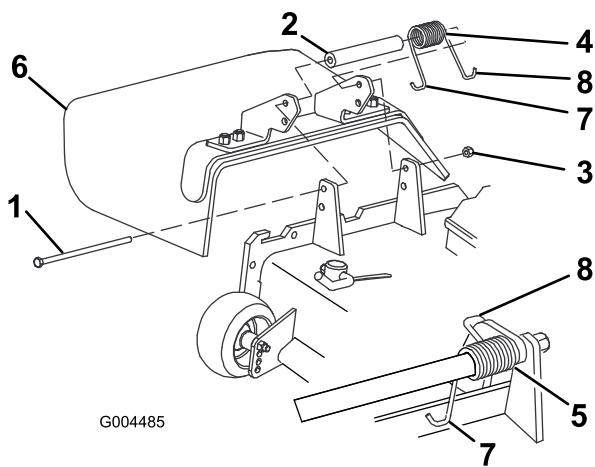

図 78
- デフレクタをピボット・ブラケットに固定しているロックナット、ボルト、スプリング、スペーサを外す(図 78)。デフレクタを取り外す。
3. デフレクタのブラケットの間にスペーサとスプリングを入れる(図 78)。スプリングの左側のフックを、デッキのエッジに引っ掛ける。
注 ボルトを取り付ける前に、スプリングのJ字フックがデッキの後部エッジに図 78 のように取り付けられていることを確認してください。
4. ボルトとナットを取り付ける。スプリングの右側のフックを、デフレクタに引っ掛ける(図 78)。